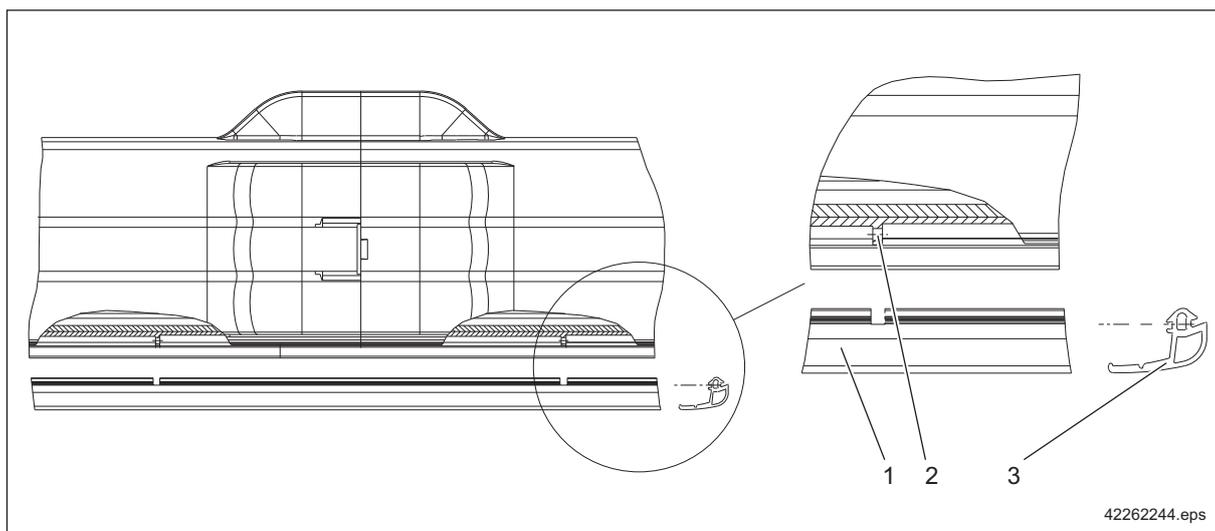

Fig. 36
Si la longueur de la ligne DCL-Pro dépasse la longueur maxi indiquée pour le profilé d'étanchéité (1), ⇒ Fig. 36, Page 39 coller les deux extrémités du profilé d'étanchéité avec de la colle Cyanacrylat (n° de réf. 000 383 44).
- Appliquer sur l'ergot (3) du profilé d'étanchéité un agent antifriction sans silicone (par ex. détergent, solution de savon).